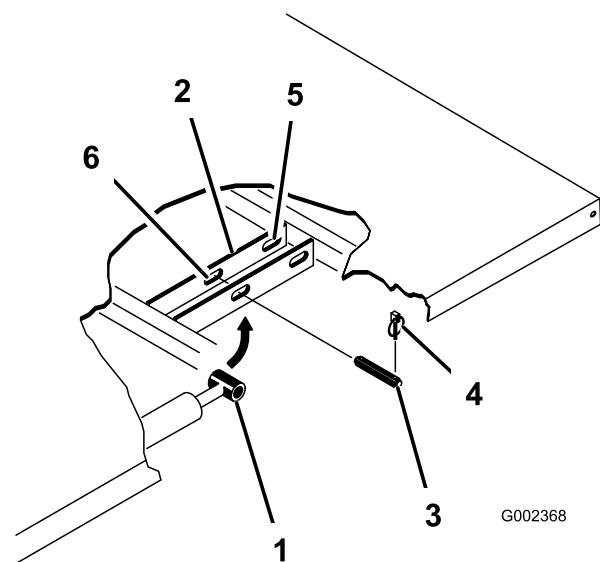

図 3
4. シリンダの外側端部からリンチピンを外す 図 3。
5. シリンダロッドの端部を荷台取り付けプレートのスロットに固定しているクレビスピンを外す (図 3)。